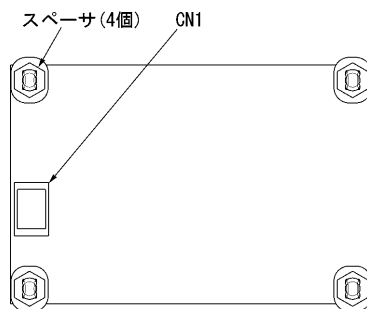
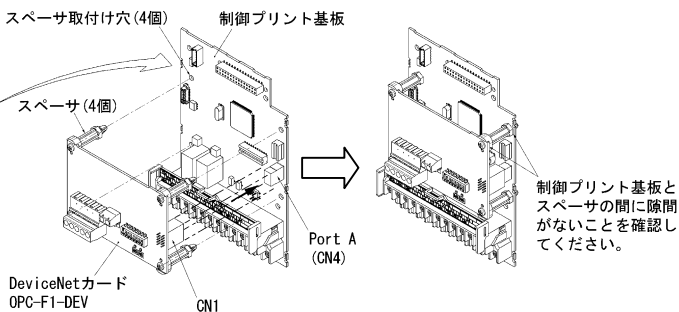

図2 カード裏面
図4 カードの取付け
- (2) OPC-F1-DEV の裏面 (図2) のスペーサ (4 個) と CN1 をインバータ本体の制御プリント基板のスペーサ取付け穴と Port A (CN4) へ差し込んでください。(図4)